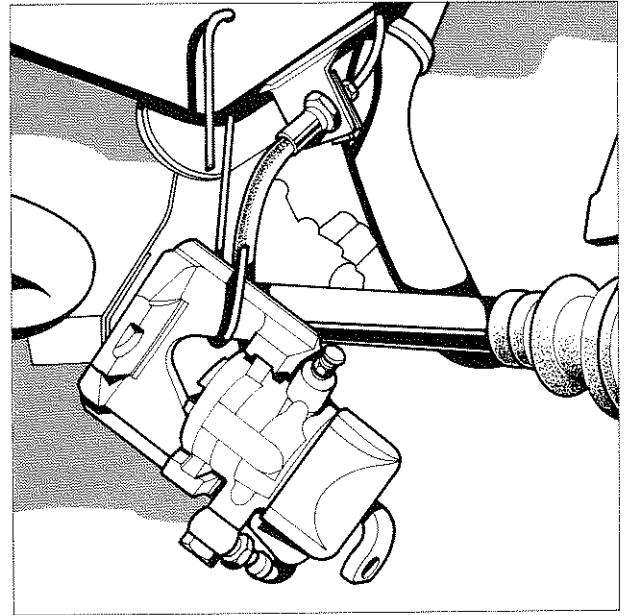

Fig. 1
- Déposer l'étrier de frein AR (fig. 1); le laisser solidaire du flexible d'alimentation et le suspendre avec un crochet au longeron.